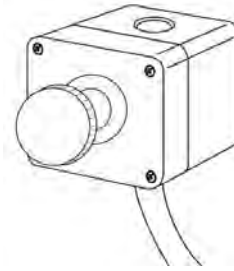

Fig 13
Arrêter la machine avec le bouton "0" rouge (B) ou avec le bouton d'arrêt à distance (U, Fig 1 ; Fig 13).
Le bouton d'arrêt à distance (Fig 13) arrête la machine.